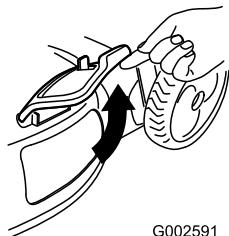

Figure 29
- Soulevez et ouvrez le volet d'éjection latérale (Figure 29).